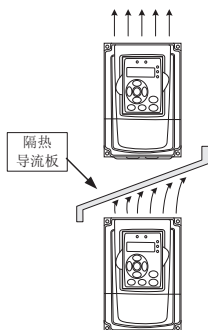

图3-2 隔热导流板安装示意图
- 2) 请向上垂直安装变频器，便于热量向上散发。若柜内有多台变频器时，请并排安装。在需上下安装的场合，请参考图3-2，安装隔热导流板；